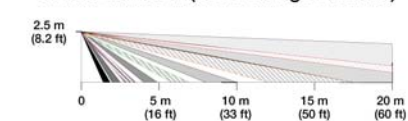

Figura 1: Patrón de haces
- Asegúrese de que los haces de detección de la unidad estén perpendiculares al movimiento anticipado (consultar el patrón de haces en la Figura 1)